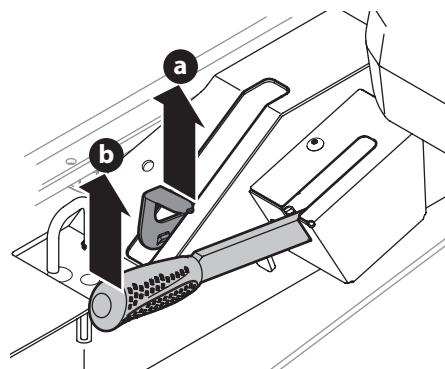

Figura 2
2. Active las v  lvulas de derivaci  n de las transmisiones tirando de la palanca de derivaci  n (a) hacia afuera y luego hacia arriba y otra vez todo para atr  s (Figura 2).
4. Para soltar la palanca de derivaci  n (a), empuje la palanca hacia adelante (Figura 2).
5. Para activar el freno de mano, tire hacia atr  s completamente de la palanca del freno de mano (b) (Figura 2).